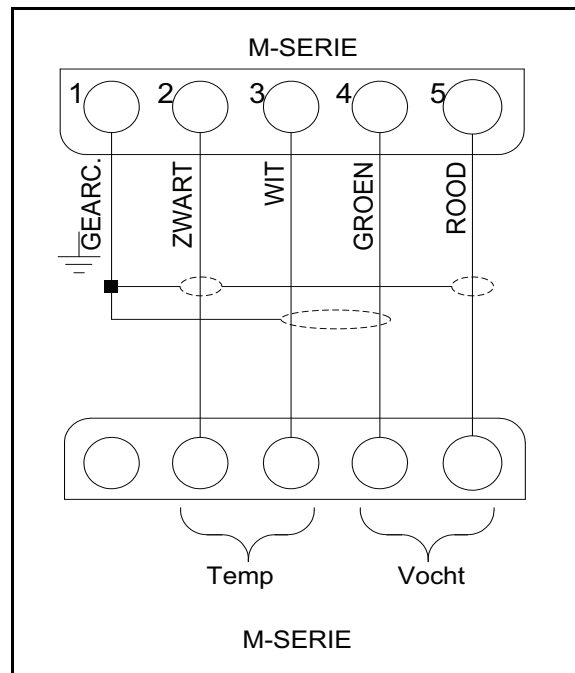
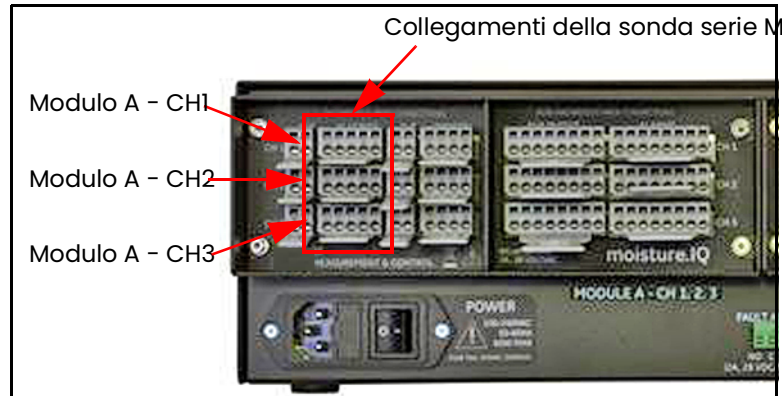

Figura 12: Schema di cablaggio del cavo della sonda serie M
Figura 13: Collegamenti della sonda serie M
Prima di realizzare i collegamenti elettrici, collegare il cavo alla sonda inserendo il connettore a baionetta nella sonda e ruotandone in senso orario l'involucro esterno fino a farlo scattare in posizione di blocco (circa 1/8 di giro). Cablare il cavo della sonda secondo lo schema elettrico nella *Figura 12*. La morsettiera per serie M sul pannello posteriore di moisture.IQ (*Figura 13 a pagina 18*) indica inoltre il colore corrispondente del cavo della sonda.
**Nota:** l'etichetta **SHD** nella Figura 12 corrisponde all'etichetta **SH** sul connettore; tali terminali sono utilizzati per terminare lo schermo del cavo.